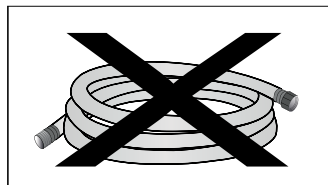

Figura 5
- Para la instalación de la Estufa de empotrar, no se deben utilizar mangueras flexibles a base de elastómeros, ni las que vienen de fabrica con malla de acero inoxidable recubriendo su superficie. (Ver figura 5).